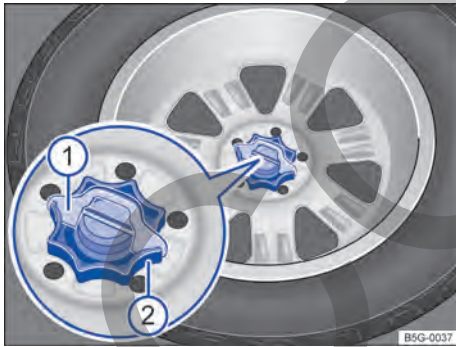

Fig. 196 En el maletero: ruedecilla para fijar la rueda de repuesto.
- Extraiga la cuña del seguro antigiro → fig. 196 ① hacia arriba.
- Desenrosque por completo la ruedecilla central que sujeta la rueda de repuesto ②, en el sentido contrario al de las agujas del reloj, y extraiga la rueda.